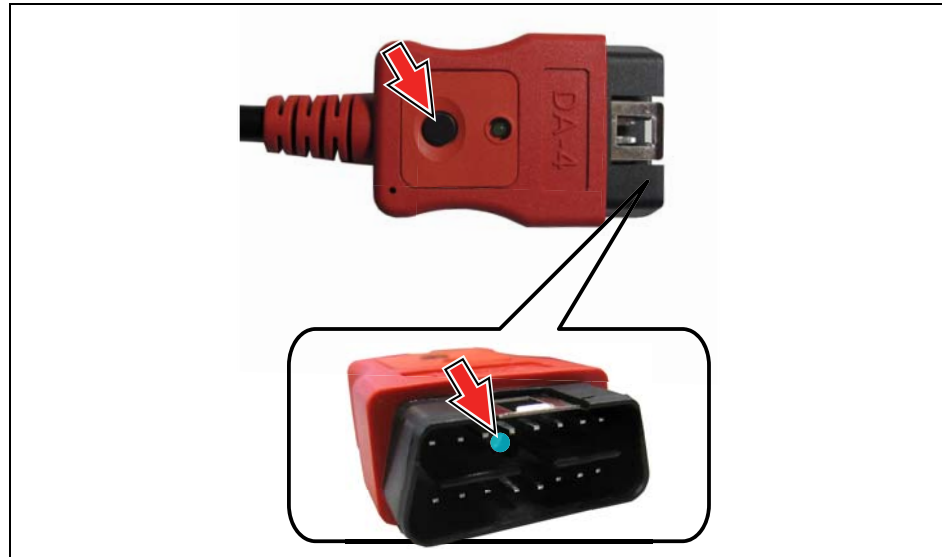

Abbildung 4-3
Dies mitgeliefert, 2,7 m (9 Fuß) lange DA-4-Datenkabel enthält eine LED-Leuchte am Fahrzeugende (Abbildung 4-3). Die LED-Leuchte wird vom Akku des Diagnosewerkzeugs mit Strom versorgt.
3. Drücken Sie bei Bedarf den Knopf der LED-Leuchte am Ende des Datenkabels, um die LED-Leuchte einzuschalten (Abbildung 4-3) und machen Sie den DLC ausfindig.